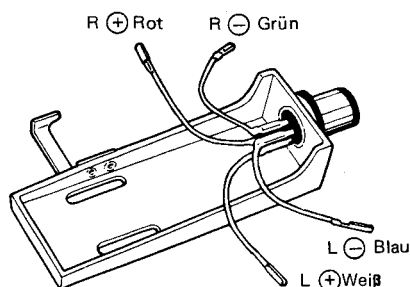

Abb. 9
(1) Tonabnehmer in den Tonarmkopf einsetzen und mit den Befestigungsschrauben sichern.
(2) Die Polarität sowie der Anschluß der Tonleiter des Tonabnehmers für den linken und rechten Kanal sind in Abb. 9 dargestellt. Der Anschluß ist gemäß der Tonabnehmer-Klemmenbezeichnung auszuführen.